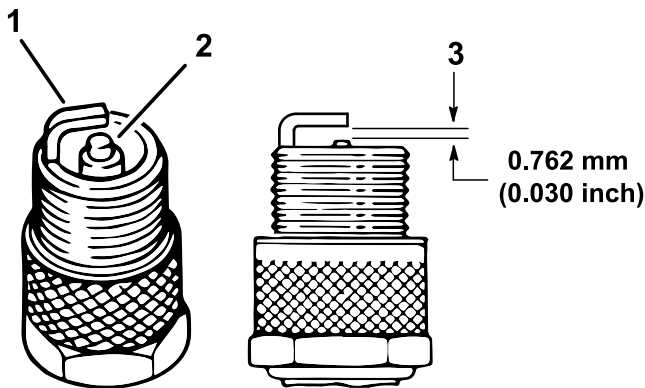

图46
- 检查侧电极、中心电极和中心电极绝缘体的状况确保没有任何损坏 图46。
- 如 图46 所示将中心电极与侧电极之间的空隙设置为 0.762 mm。